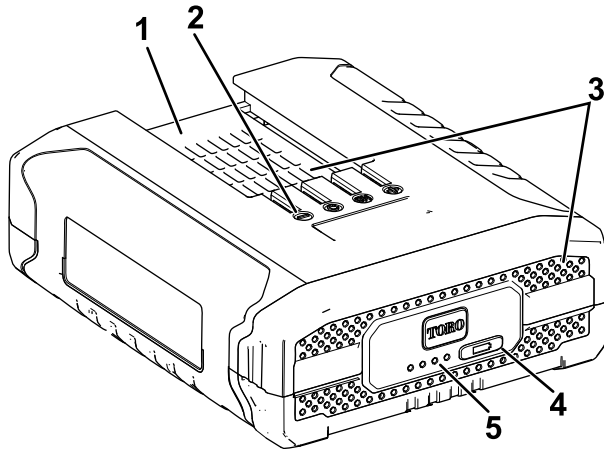

Figura 2
3. Alinee el hueco de la batería (Figura 2) con la lengüeta del cargador.